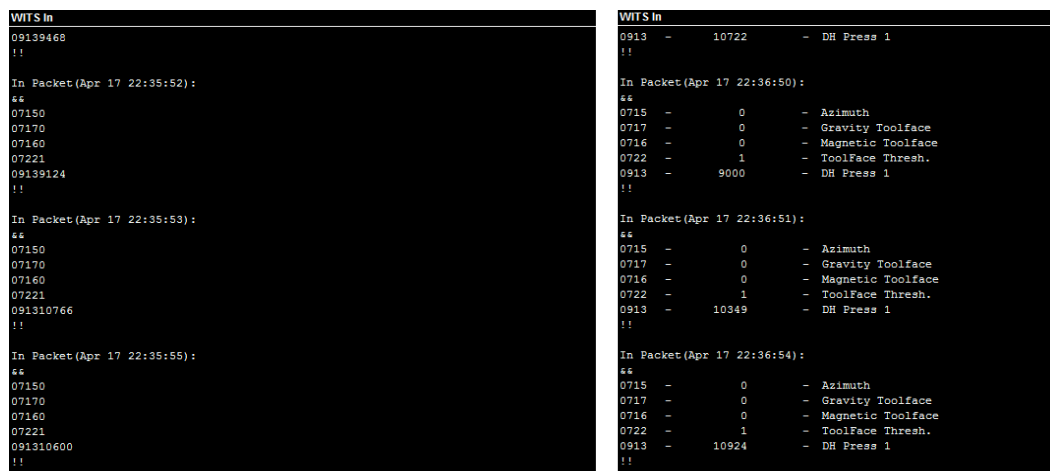

Figura 16: Pantalla del monitor de WITS datos sin procesar (izquierda) versus data interpretada (derecha)
El EDR a partir de la versión 14.12, incluye un Monitor de WITS (Figura 16). El monitor de WITS es una herramienta de diagnóstico simple que se incluye en el EDR en todas las estaciones de trabajo de Pason. Está destinado al personal del equipo que tiene un buen entendimiento de las comunicaciones de WITS y de paquetes. Úselo para solucionar problemas de WITS en el equipo.
4. Seleccione **Sin Procesar** o **Interpretado** en la casilla Format (Formato). El formato **Sin Procesar** le ofrece solo la información del paquete de WITS; el formato Interpretado (Interpretado) agrega más detalles como se muestra en la Figura 16 a continuación.